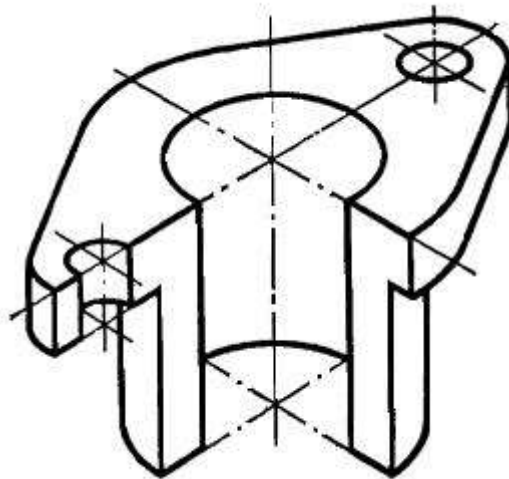

Рис. 10
4. вычерчивают окружности основания цилиндрической части детали и её очерковых образующих (рис. 10)